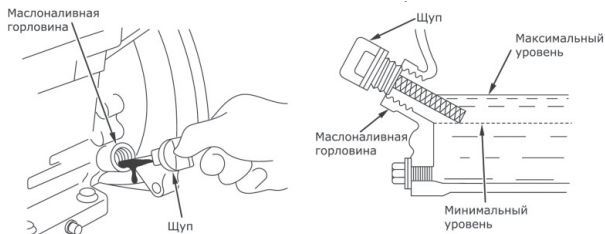

Рис. 2
6. Установите щуп в горловину и плотно закрутите (Рис. 2).